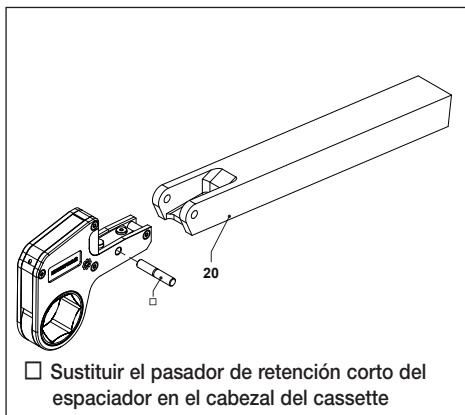

Fig. 6
3.4.1 Conectar el brazo de reacción alargado de la serie WTE (Fig. 6)
- Coloque el cabezal en el recorte en el brazo de reacción alargado de la serie WTE (20), alineando los orificios en el brazo con el orificio en el cabezal.